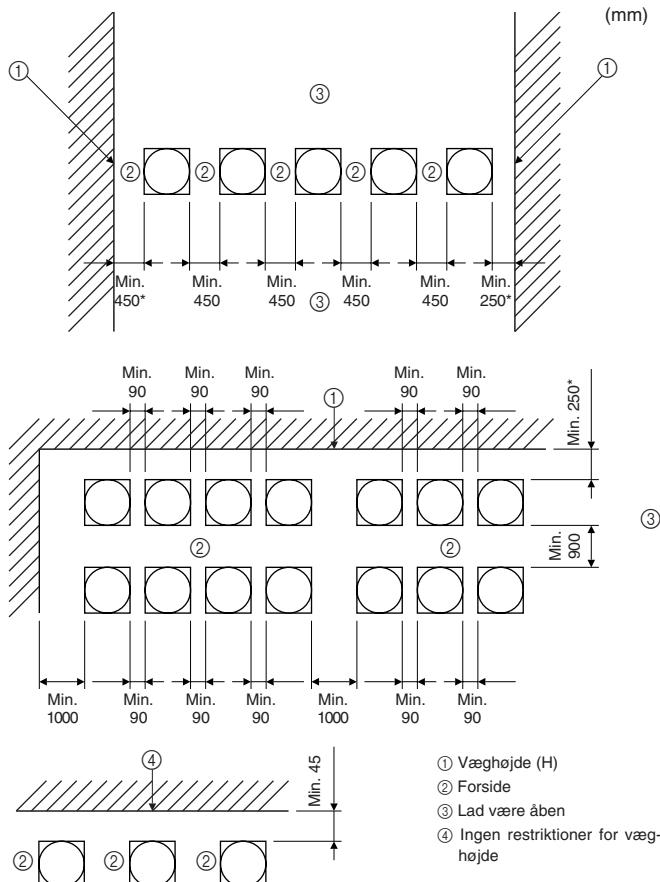

Fig. 2-8
2.4.2. Ved installation af flere udendørs enheder (Fig. 2-8)